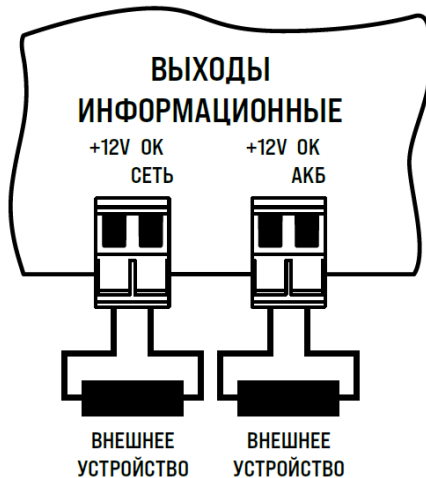

Рисунок 2 - Схема подключения внешних устройств автоматики или внешних цепей индикации к выходам ОК СЕТЬ и ОК АКБ
- подключить, при необходимости, внешние устройства автоматики или внешние цепи индикации к информационным выходам открытый коллектор ОК СЕТЬ и ОК АКБ (см. рисунок 2);